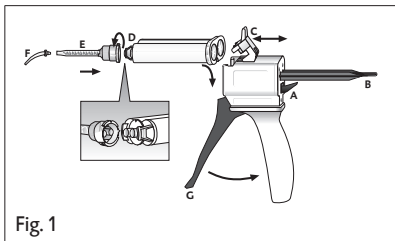

Fig. 1
1. 자동혼합 장치의 후면의 lever를 위로 올리고 (Fig 1, position A) slide를 뒤로 당깁니다. (Fig 1, position B)
2. Plastic level를위로 올리고(Fig 1, position C) cartridge를 삽입한후 plastic level를 사용하여 고정시킵니다. (Fig 1, position C).
1. Cartridge cap을 제거 (Fig 1, position D) 또는 사용한 혼합 tip을 시계반대 방향으로 90° 돌린 후 버립니다.
2. 새 혼합 tip을 부착 (Fig 1, position E)
4. 구강내 tip의 부착 (Fig 1, position F).
- ▶ 재료는 자동혼합기의 trigger를 잡아당기면 혼합tip내에서 혼합되어 직접 사용됩니다. (Fig 1, position G).
1. 자동혼합 장치의 후면의 lever를 위로 올리고 (Fig 1, position A) slide를 뒤로 당깁니다, (Fig 1, position B)
2. Plastic level를 위로 올리고 (Fig 1, position C) cartridge를 제거합니다.